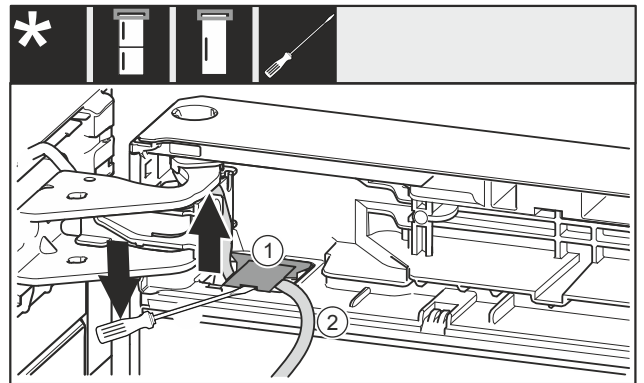

Fig. 21
- Mit Schlitzschraubendreher die Abdeckung Fig. 21 (1) anheben und herausziehen.
- Kabel Fig. 21 (2) herausziehen.